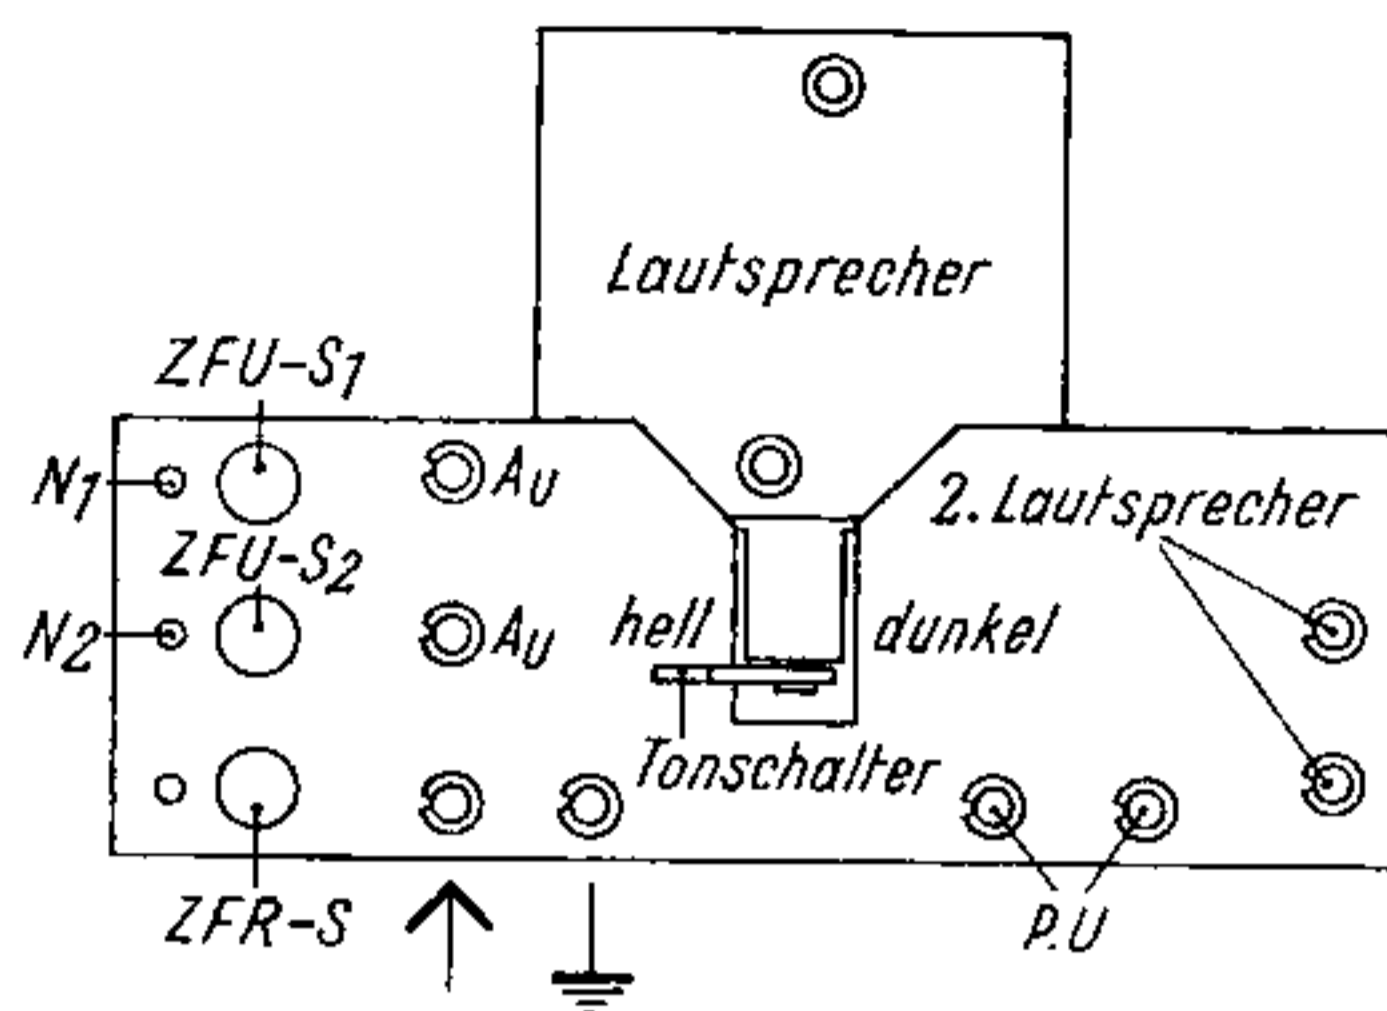

Abb. 3
**Die ZFU2Sperrkreise (S1 und S2)** sind bei Anschluß des Meßsenders an die Antennenbuchsen AU auf Minimal-Anschlag abzugleichen, z. B. ZFU-S1 heißer Punkt des Meßsenderkabels an dazugehörige Antennenbuchse, kaltes Ende (Abschirmung) an N2 (Abb. 3) und Abgleich von ZFU-S1; sinngemäß wird ZFU-S2 abgeglichen. Die Spulenkerne sind nach dem Abgleich mit geeignetem Wachs festzulegen.